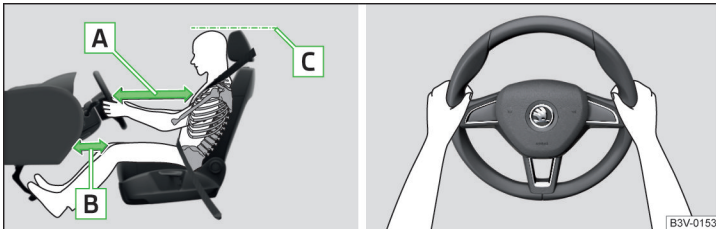

Abb. 14 Richtige Sitzposition des Fahrers / Richtige Lenkradhaltung
- ✓ Bei Fahrzeugen mit Fahrer-Knieairbag den Fahrersitz in Längsrichtung so einstellen, dass der Abstand der Beine zur Schalttafel im Bereich des Knieairbags mindestens 6 cm beträgt » Abb. 14 - [B].
- ✓ Das Lenkrad so einstellen, dass der Abstand zwischen Lenkrad und Brustbein mindestens 25 cm beträgt » Abb. 14 - [A].
- ✓ Die Kopfstütze so einstellen, dass die Oberkante der Kopfstütze sich möglichst auf einer Höhe mit dem oberen Teil Ihres Kopfes befindet (gilt nicht für Sitze mit integrierter Kopfstütze) » Abb. 14 - [C].
- Während der Fahrt das Lenkrad mit beiden Händen seitlich am äußeren Rand in der „9-Uhr“- und „3-Uhr“-Position festhalten » Abb. 14. Niemals das Lenkrad in der „12-Uhr“-Position oder in einer anderen Art und Weise festhalten (z. B. in der Lenkradmitte, am inneren Lenkradrand u. Ä.). Andernfalls könnte man sich bei der Airbagauslösung schwere Verletzungen an Armen, Händen und Kopf zuziehen.
- ✓ Die Kopfstütze so einstellen, dass die Oberkante der Kopfstütze sich möglichst auf einer Höhe mit dem oberen Teil Ihres Kopfes befindet » Abb. 14 auf Seite 20 - **C** (gilt nicht für Sitze mit integrierter Kopfstütze).
- ✓ Die Kopfstütze so einstellen, dass die Oberkante der Kopfstütze sich möglichst auf einer Höhe mit dem oberen Teil des Kopfes befindet » Abb. 14 auf Seite 20 - **C**.